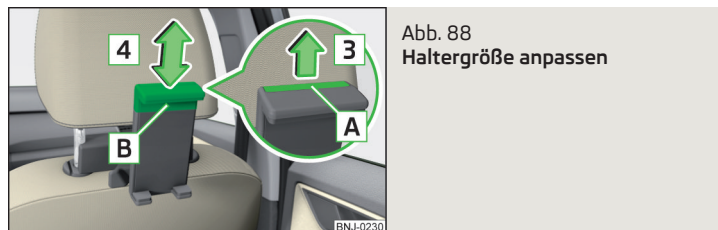

Abb. 88
- Zur **Anpassung der Haltergröße** die Sicherungslasche **A** in Pfeilrichtung **3** herausziehen und den Teil **B** in Pfeilrichtung **4** in die gewünschte Position verschieben » Abb. 88.